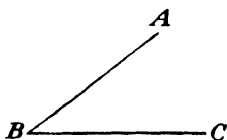

Fig. 132.
4. Given $\angle ABC$ in Fig. 132.